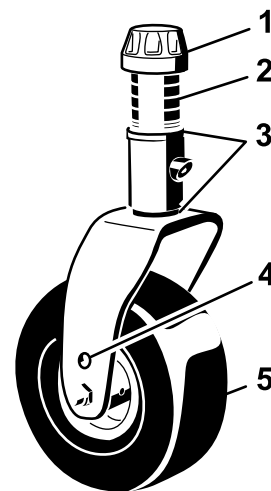

Bild 5
2. Stecken Sie die Laufradachsen in beiden Laufradgabeln in die gleichen Löcher. Ermitteln Sie die richtigen Löcher für die Einstellung mit **Bild 5**.
- Entfernen Sie die Spannkappe von der Spindelwelle (Bild 5) und ziehen die Spindel aus dem Laufradarm heraus. Ziehen Sie zwei Beilagscheiben (3 mm) so auf die Spindelwelle, wie sie ursprünglich montiert waren. Diese Beilagscheiben sind erforderlich, um alle Mähwerke über die Breite auf ein Niveau zu bringen. Schieben Sie die entsprechende Anzahl von Distanzstücken (13 mm) auf die Spindelwelle, um die gewünschte Schnitthöhe herbeizuführen; schieben Sie dann die Scheibe auf die Welle.